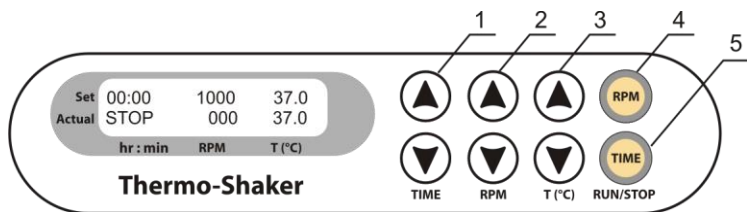

Fig.1 Panneau de configuration
- 4.3. **Réglage de la durée (TIME).** Utilisez les touches ▲ et ▼ (Fig. 1/1) pour programmer l'intervalle de durée de travail souhaitée en heures et en minutes (intervalle d'incrémentations de 1 min). Pour augmenter l'intervalle d'incrémentations, appuyez sur la touche pendant plus de 3 secondes.
- 4.4. **Réglage de la vitesse (RPM).** À l'aide des touches ▲ et ▼ (Fig. 1/2), programmez la vitesse d'agitation requise (intervalle d'incrémentations 10 TPM.). Pour augmenter l'intervalle d'incrémentations, appuyez sur la touche pendant plus de 3 secondes.
- 4.5. **Réglage de la température (T, °C).** Utilisez les touches ▲ et ▼ (Fig. 1/3) pour régler la température nécessaire (intervalle d'incrémentations de 0,1°C). Pour augmenter l'intervalle d'incrémentations, appuyez sur la touche pendant plus de 3 secondes.
- 4.7. Appuyez sur la touche **RPM-RUN/STOP** (Fig. 1/4). La plate-forme se mettra à tourner et l'indicateur du minuteur commencera à décompter l'intervalle de temps (précis à 1 minute près).
Attention! Une fois que la durée programmée s'est écoulée, le mouvement de la plate-forme s'arrête automatiquement. En revanche, le chauffage s'arrête uniquement en réduisant la température. Pour cela, utilisez la touche **T(°C)** ▼ (Fig. 1/3 touche du bas) jusqu'à ce que l'indication OFF apparaisse dans la partie supérieure de l'écran.
- 4.10. Le minuteur peut être réinitialisé en cours d'utilisation, si nécessaire. Appuyez une fois sur la touche **TIME-RUN/STOP** (Fig. 1/5) pour arrêter le minuteur. Appuyez de nouveau sur la touche **TIME-RUN/STOP** pour redémarrer le minuteur.